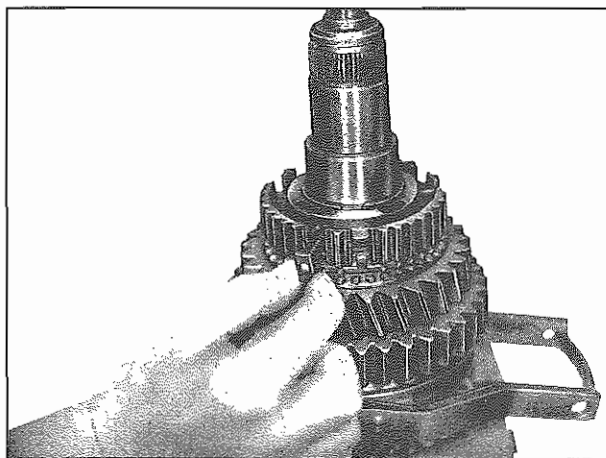

Fig. 31 - Montaggio dei gruppi
- Mettere l'anello sincronizzatore (417) sul cono dell'ingranaggio della 2a marcia (dentatura verso il basso). Riscaldare il mozzo sincronizzatore (416) a circa 80° C e premere con la bussola di forzamento n. 10. Montare l'anello elastico di arresto (415). L'anello (415) deve alloggiare in forza nella cava. Spessori disponibili dell'anello: 2,4 e 2,5 mm.
- Mettere nei fori del mozzo sincronizzatore fissando con il grasso, i gruppi ciascuno formato da una molla di compressione (406), un perno sferico (405) ed un pressore (404) (Fig. 31).
- Place blocking ring (417) on cone of second gear wheel (teeth down). Heat synchronizer (416) to approx. 80° C and press-on with installation bushing 10. Insert circlip (415). Circlip (415) should be seated tightly in groove. Available ring thickness: 2.4 and 2.5 mm .
- Glue one compression spring (406), one ball pin (405) and one thrust piece (404) each with grease into bores of synchronizer (Fig. 31).